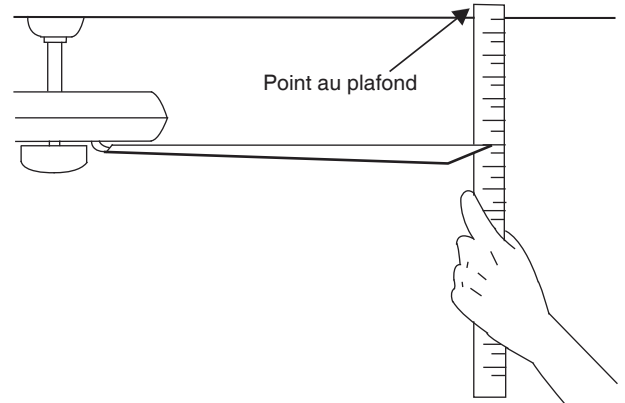

Fig. 19
2. La plupart des problèmes d'oscillation des ventilateurs se produisent lorsque les pales ne sont pas positionnées au même niveau. Vérifiez ce niveau en sélectionnant un point du plafond situé au-dessus de l'extrémité d'une des pales. Mesurez la distance entre un point situé au centre de chaque pale et le point du plafond. Mesurez cette distance tel qu'indiqué sur la fig. 19. Faites tourner le ventilateur jusqu'à ce que la pale suivante soit positionnée pour la mesure. Répétez ce processus pour chaque pale. Les mesures ne devraient pas différer de plus d'1/8 po (3,2 mm). Faites marcher le ventilateur pendant 10 minutes.